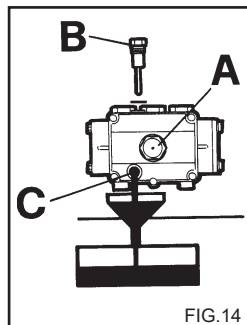

FIG.14
- 2) Открутите пробку с шупом (Рис. 14).